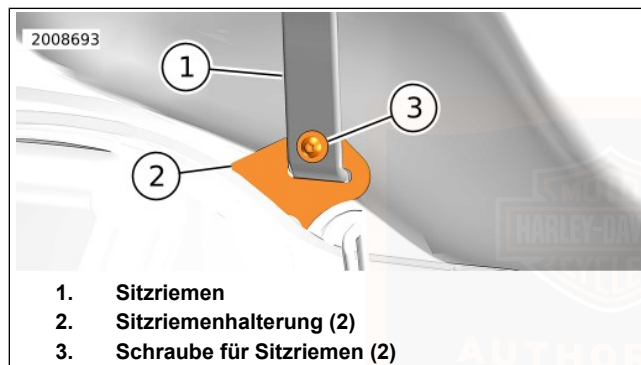
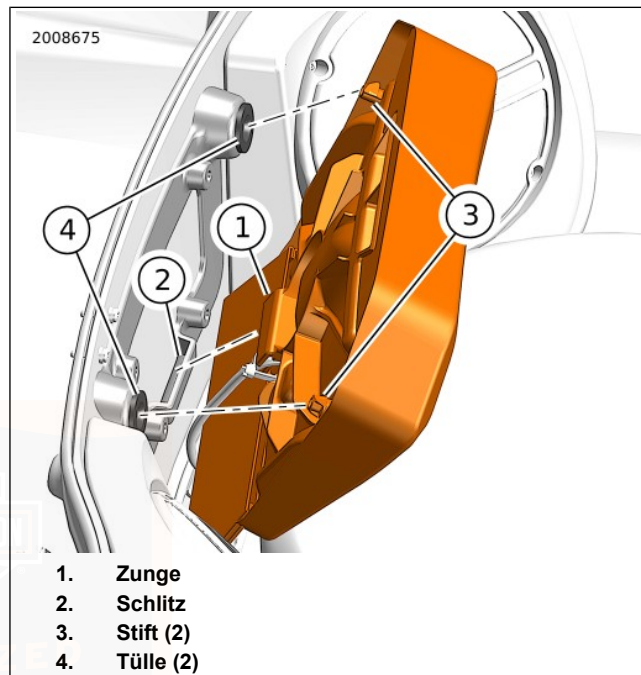

Abbildung 141. Sitzriemen
Abbildung 142. Untere Rückenlehne
- b. Siehe Abbildung 141. Die Sitzriemenschraube (3) entfernen.
- c. Den Sitzriemen (1) durch den Schlitz in der Sitzriemenhalterung (2) ziehen.
Siehe Abbildung 142. Die untere Soziusrückenlehne vom Tour-Pak trennen.
7. Siehe Abbildung 142. Die untere Soziusrückenlehne wieder mit dem Tour-Pak verbinden.
- b. Die untere Lasche (1) in den Schlitz (2) einsetzen.
- c. Die untere Rückenlehne vor den Stiften (3) andrücken, bis die Stifte vollständig in den Ösen (4) sitzen.
9. Siehe Abbildung 141. Das Ende des Sitzriemens (1) im Schlitz der Sitzriemenhalterung (2) einbauen. Die Sitzriemenschraube (3) einbauen. Festziehen.